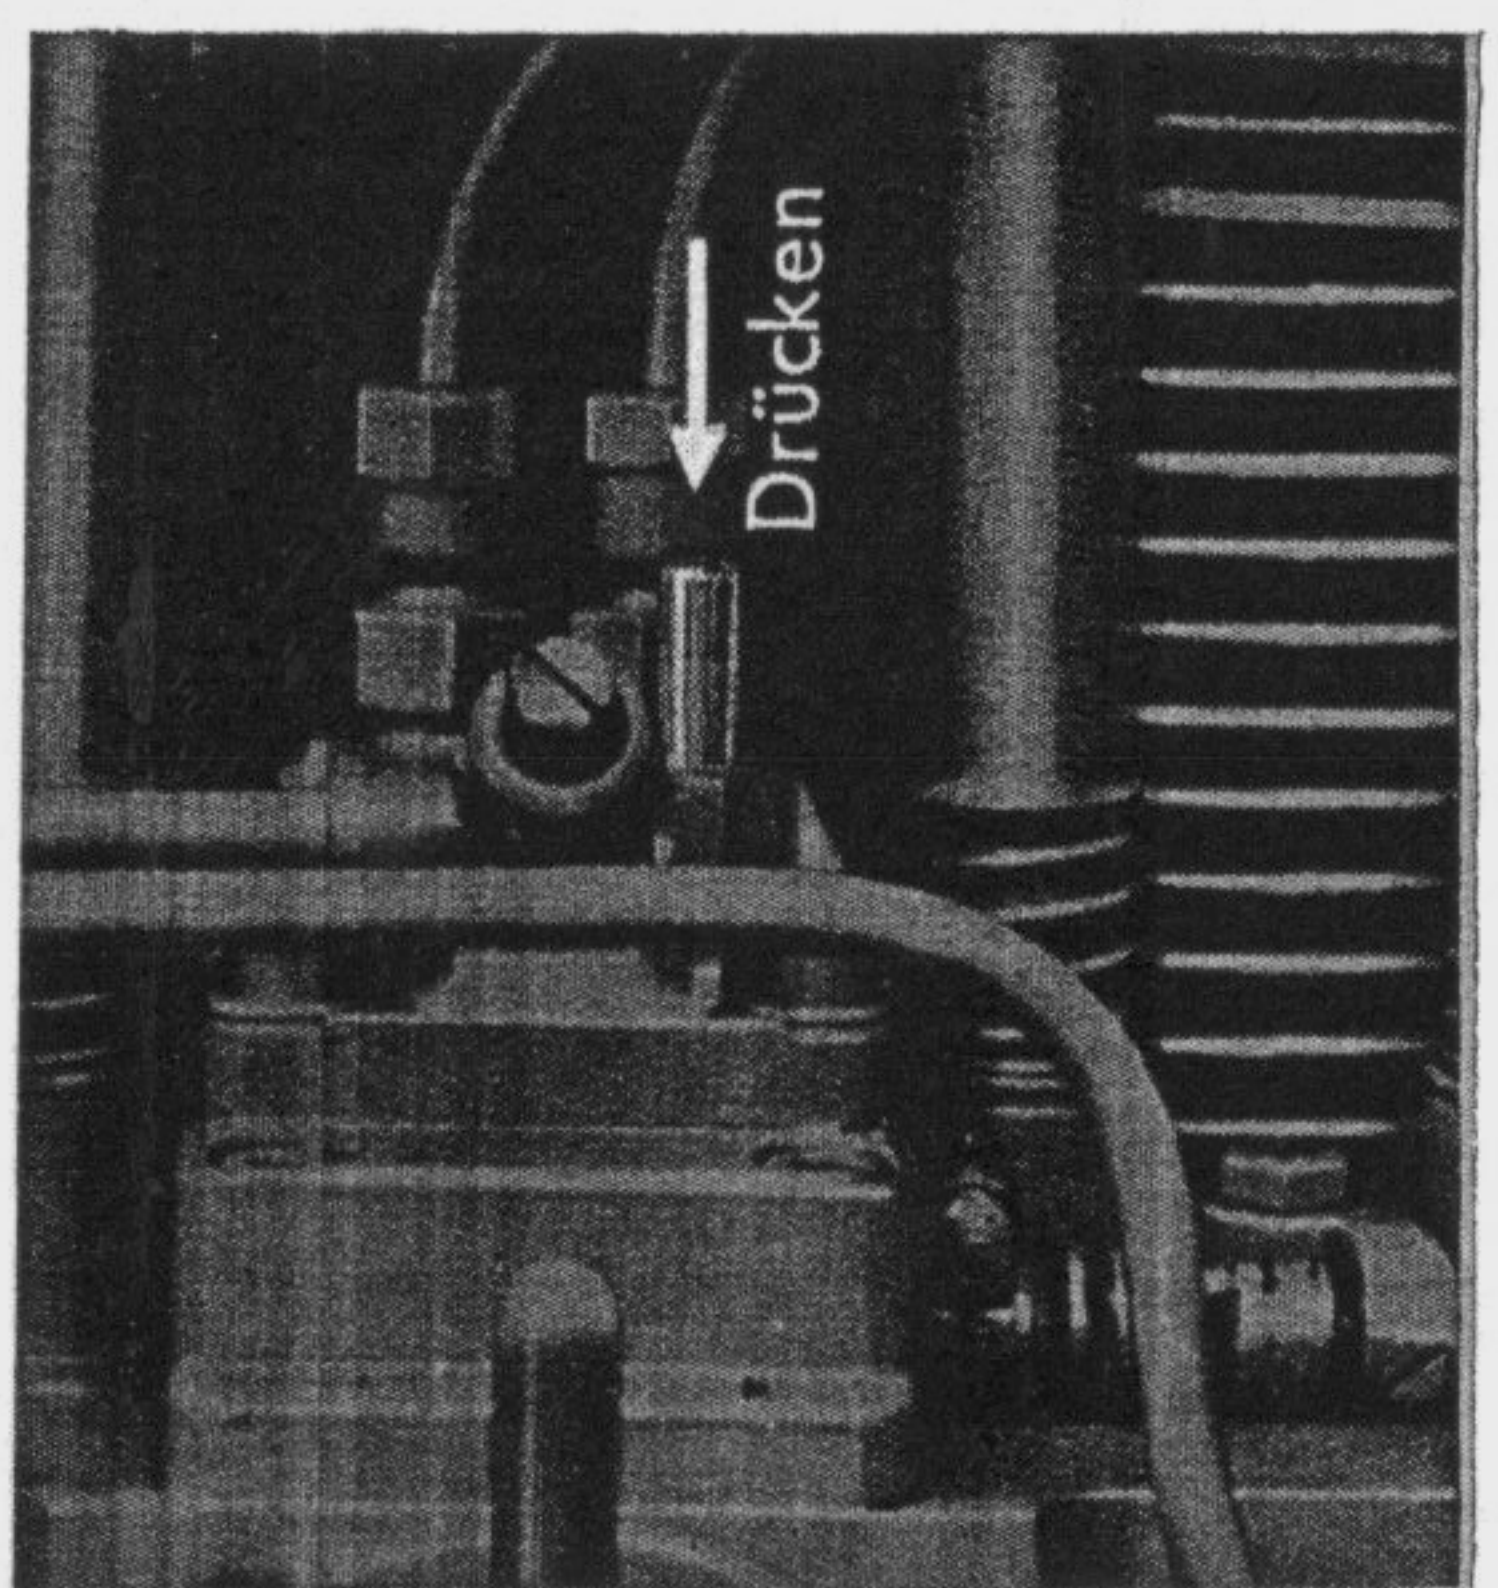

Fig. 11
- Pousser vers le bas le bouton de commande de la pompe d'injection (à droite sur le socle de la pompe, protégé par un capuchon caoutchouc), jusqu'à ce que ce bouton s'enclanche: dispositif de remplissage au départ (voir fig. 11).